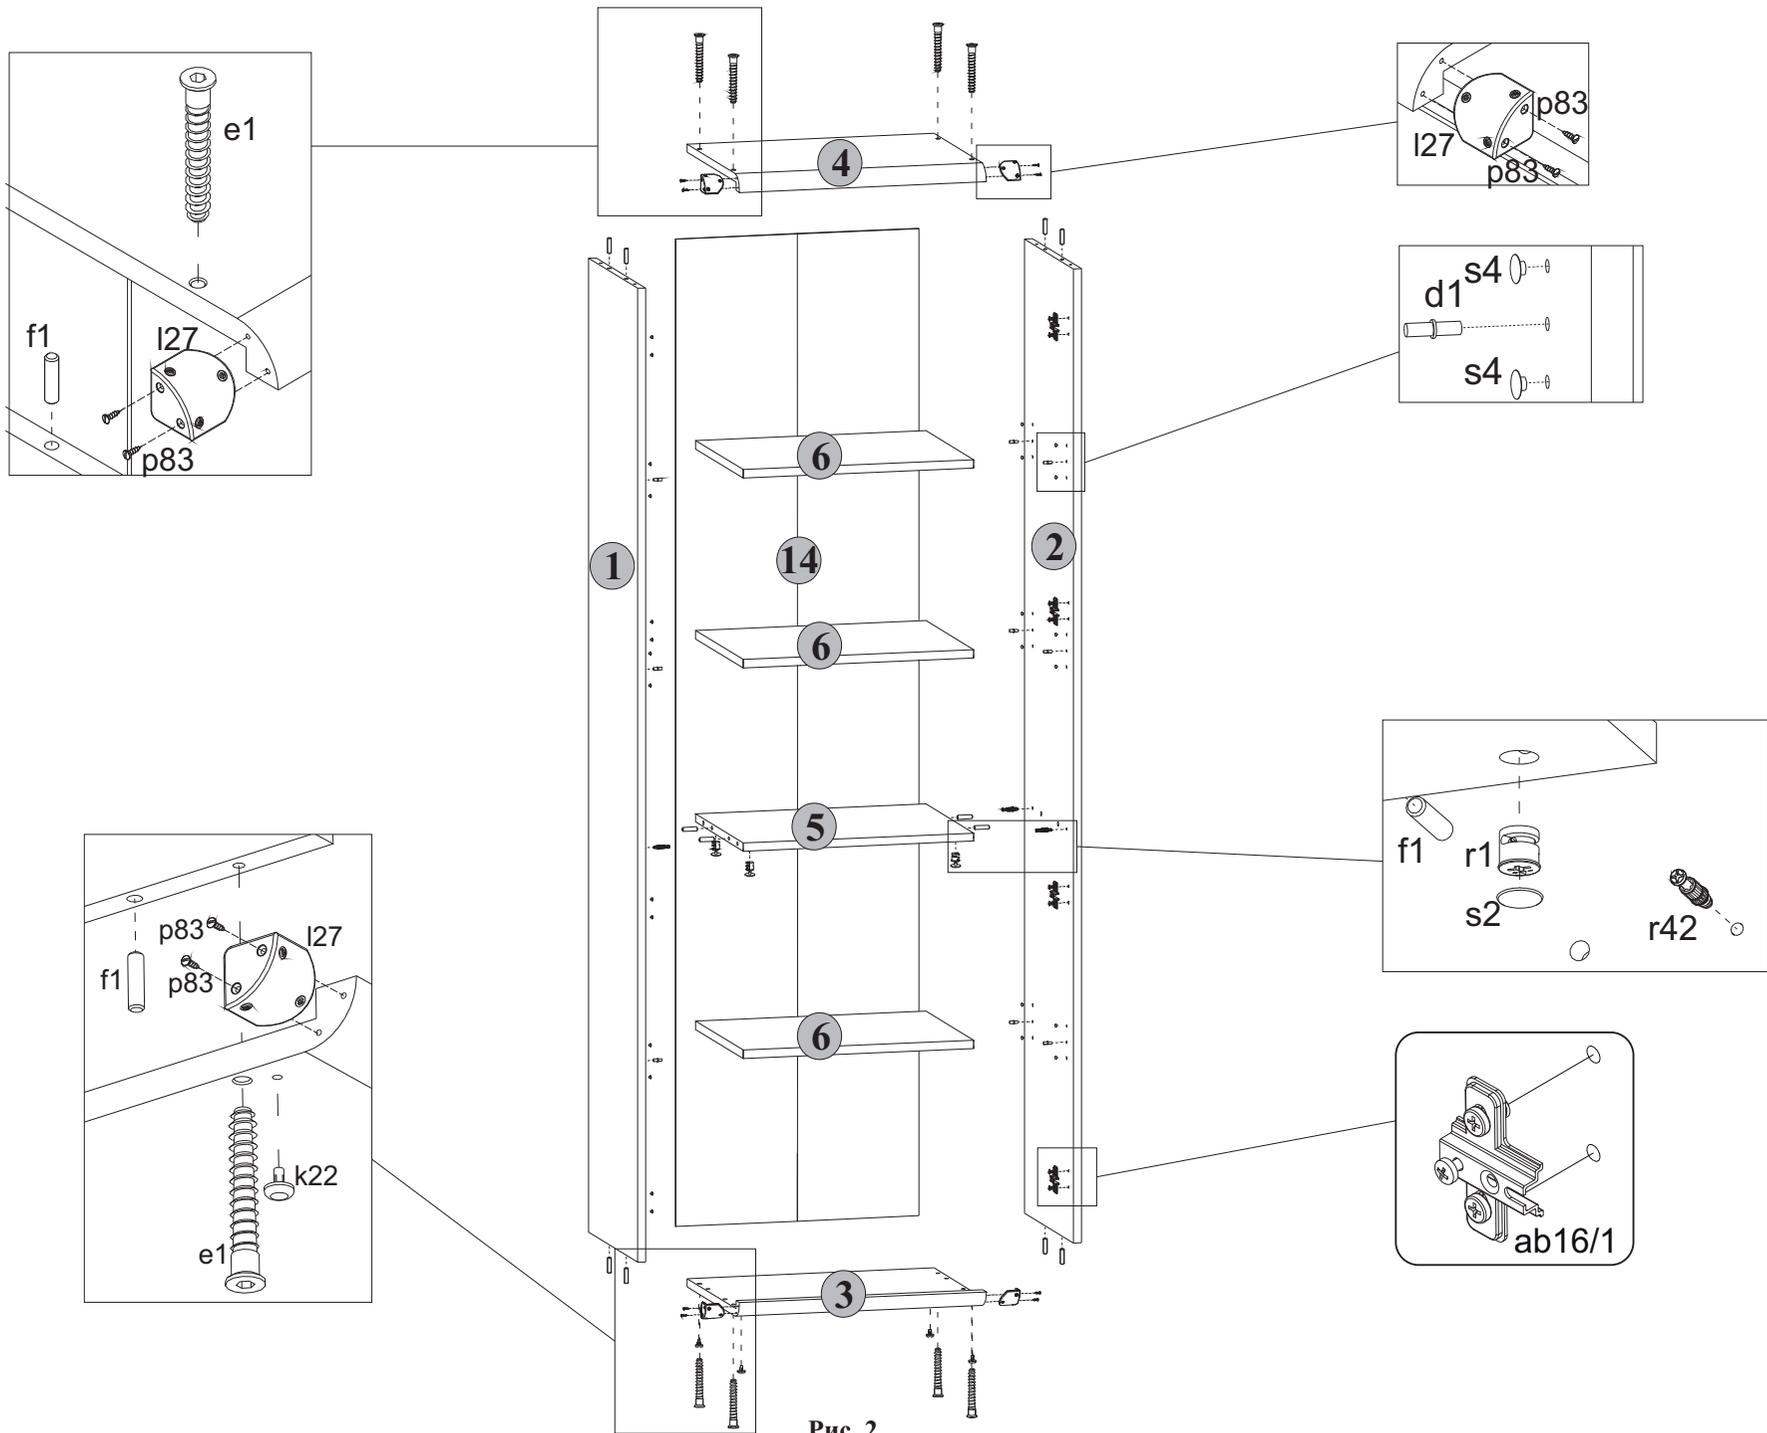

Рис. 2
5.6 На нижней поверхности полки соединительной **5** в отверстия диаметром **15 мм** вставить стяжки эксцентриковые **r1** (см.рис. 2).
5.7 В отверстия диаметром **5 мм** на нижней поверхности щита нижнего **3** вставить опоры полимерные **k22** (подпятники) (см.рис. 2).
5.8 К стенкам боковым **1 и 2** присоединить щиты нижний **3** и верхний **4** и стянуть конфирматами **e1**, пользуясь специальным ключом **z1** из комплекта фурнитуры (см.рис. 2).
5.2 В отверстия диаметром 8 мм на верхних и нижних краях стенок боковых 1 и 2, а также на боковых краях полки соединительной 5 вбить деревянные шканты f1 (см.рис. 2).
5.4 В отверстия диаметром 5 мм в центральной части на внутренних поверхностях стенок боковых 1 и 2 вкрутить винты стяжки r42 для установки полки соединительной 5, пользуясь крестообразной отверткой (см.рис. 2).
5.5 В остальные отверстия диаметром 5 мм на внутренних поверхностях стенок боковых 1 и 2 в зависимости от уровня расположения полок вкладных вставить полкодержатели d1 (см.рис. 2).